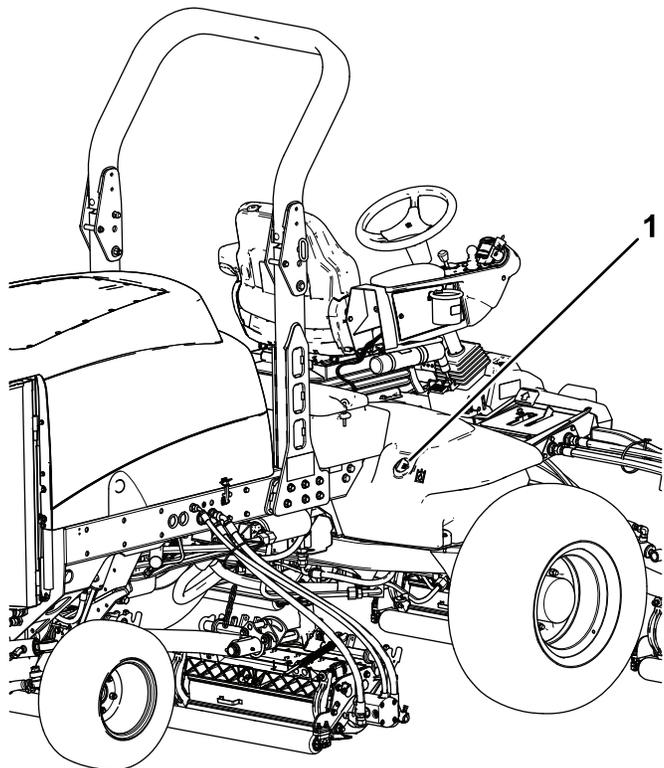

Рисунок 37
2. Очистите зону вокруг заливной горловины и крышки гидравлического бака (Рисунок 37).